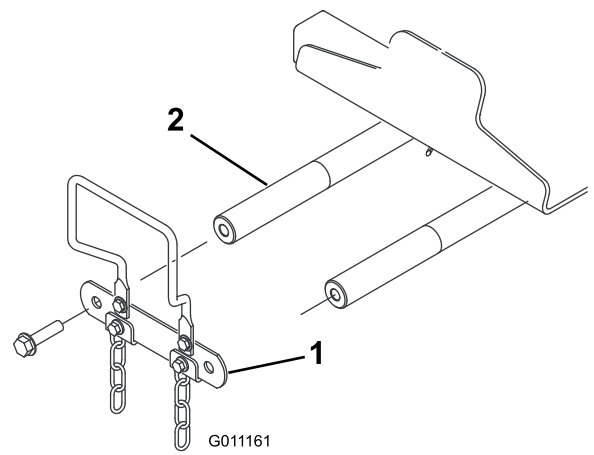

図 13
- 昇降アームのピボット・シャフト・リンクとピボット・シャフトを分離 (キャップスクリュ 2 個を外す) し、とりはずしたリンクとキャップスクリュは保管する (図 13)。